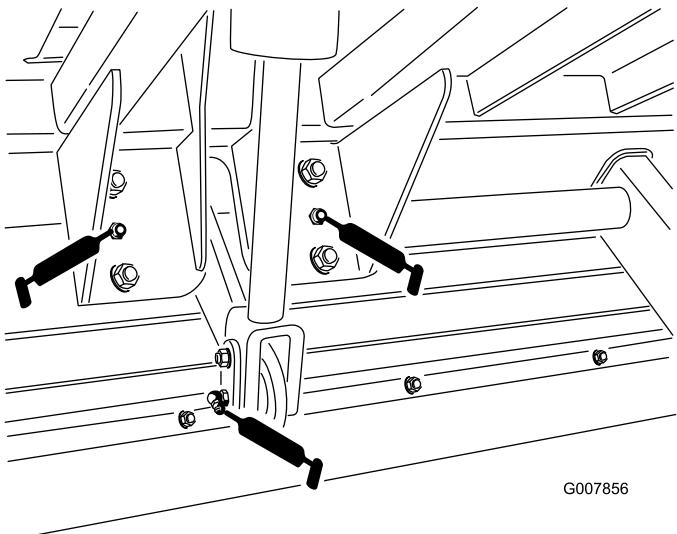

Figure 39
- Vérin de levage x 2 (Figure 39 et Figure 42)
- Essieu de levage x 2 (Figure 39)